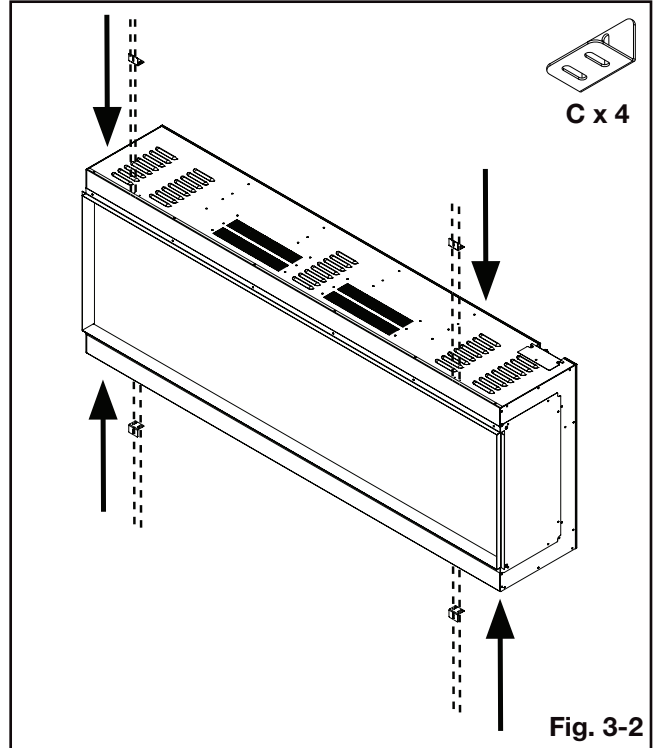

Fig. 3-2
2. Installez les 4 supports métalliques (fournis) à l'aide des 8 vis et rondelles précédemment retiré (**Fig. 3-2**).